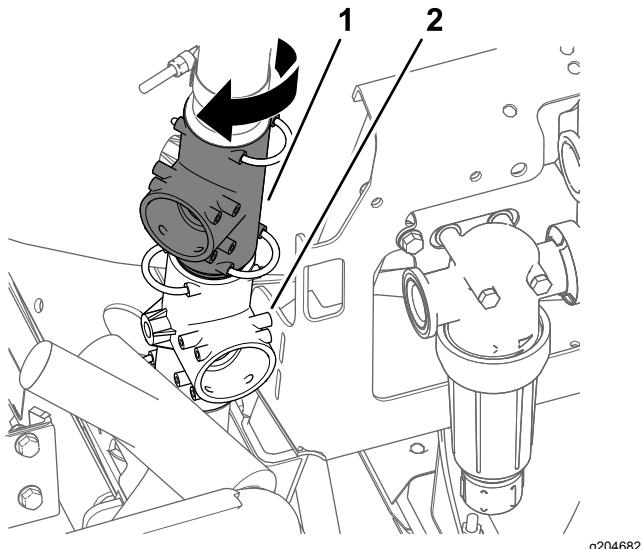

図 5
- 上側T字フィッティングを右まわりに45°程度回転させる図5。